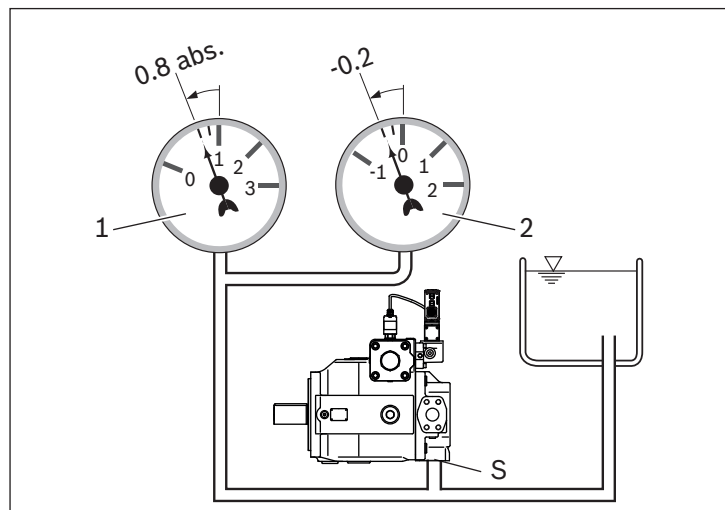

Abb. 11: Saugdruck
- ▶ Stellen Sie sicher, dass für die Axialkolbenpumpe in allen Einbaupositionen und Einbaulagen im Betrieb und bei Kaltstart ein minimaler Saugdruck von 0.8 bar absolut (ohne Ladepumpe) bzw. 0.7 bar absolut (mit Ladepumpe) am Anschluss **S** vorliegt, siehe Abb. 11. Weitere Druckwerte siehe Datenblatt.